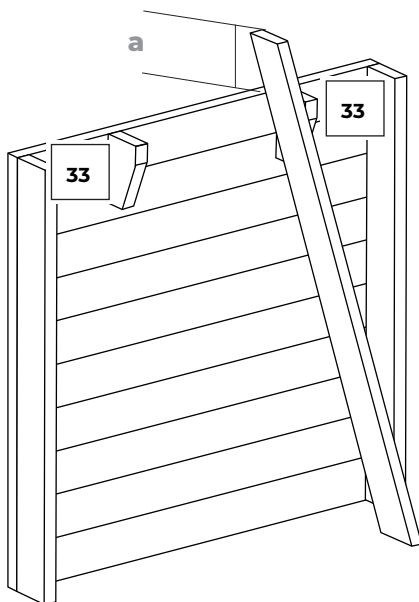

Abb. 24
- Beschneiden Sie die Treppenwangen unter Beachtung der Maße Abb. 24 im unteren Teil der Treppenwange und sägen Sie den Teil, den Sie entfernen möchten, ab.